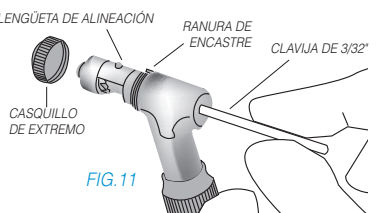

FIG.11
- En el extremo del cabezal, empuje el cartucho y retírelo utilizando una clavija 3/32" (Fig.11).